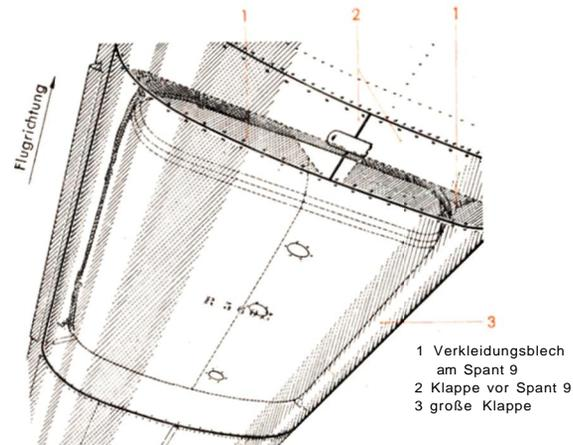

Abb. 16 Klappen für vorderen Rumpfbehälter
Nachdem alle Verschraubungen gegen Lösen mit Sicherungsdraht gesichert sind, werden die Deckel in der Rumpfhaut oben geschlossen. Die Verkleidungsbleche (1) (Abb. 16) am Spant 9 sowie die Klappen (2) vor Spant 9 und unter dem Rumpfbehälter sind mit Schrauben zu befestigen bzw. durch den Hebelverschluss zu verschließen.